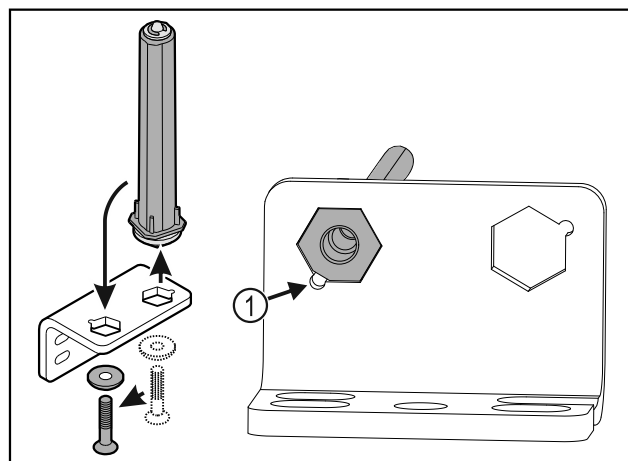

Fig. 38
- Darauf achten, dass beim Einsetzen die Bolzenabschrägung Fig. 38 (1) zum runden Loch zeigt.